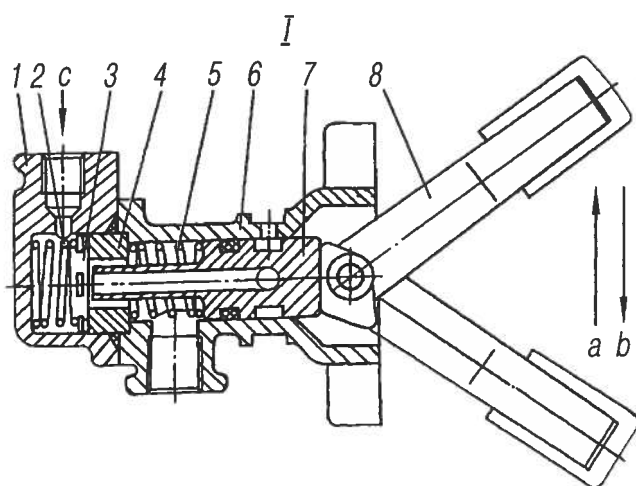

Рис. 113. Кран пневматический:
**Пневматический кран** (рис. 113) служит для дистанционного управления механизмами подъема платформы и закрывания бортов как автомобиля, так и прицепа с помощью сжатого воздуха.
Насос состоит из поршня 16 с нагнетательным клапаном, предохранительного клапана 18, корпуса 19. Поршень с шатуном установлен на эксцентрик вала 3 и при его вращении поступательно перемещается. Для предотвращения чрезмерного давления с увеличением частоты вращения всасывающий клапан выполнен дифференциального типа с цилиндрической пружиной. Масло забирается через трубку, соединенную с масляной ванной раздаточной коробки, и из насоса поступает к подшипникам шестерен через каналы, выполненные в валу 3 и в первичном валу раздаточной коробки. Часть масла проникает через зазоры и смазывает подшипники валов. Для обеспечения дистанционного включения коробки дополнительного отбора мощности в кабине справа от водителя на нижней кромке панели приборов на кронштейне установлен кран управления (см. рис. 113).